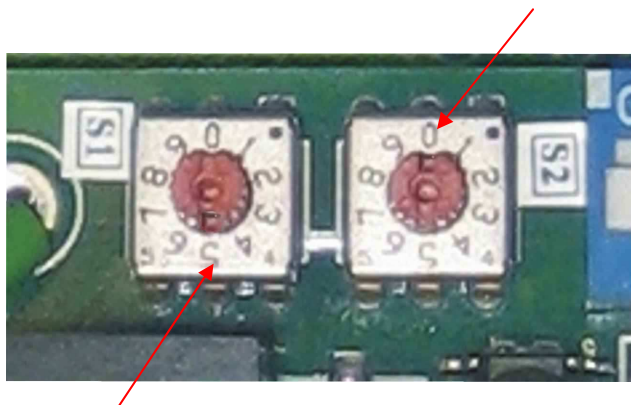

Рис.3. Переключатели адреса
4.6. Задайте адрес устройства переключателями S1 и S2 (рис.3):